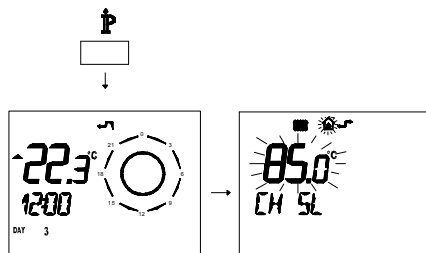

Figura 5.41
- Premere per più di 3 secondi il pulsante P per entrare in modalità *INFO* (Figura 5.41).